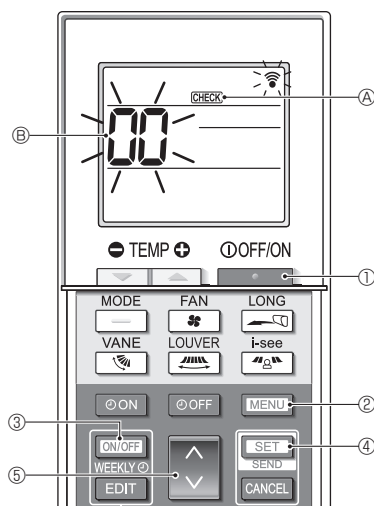

Fig. 7-6
■ Самодиагностика (Fig. 7-6)
- Нажмите кнопку [ON/OFF WEEKLY] ①, чтобы остановить работу кондиционера воздуха.
- Если недельный таймер активирован (есть надпись [WEEKLY]), нажмите кнопку [ON/OFF WEEKLY] ③ для отключения таймера (нет надписи [WEEKLY]).
- Нажмите и удерживайте в течение 5 секунд кнопку [MENU] ②.
- Появляется надпись [CHECK] ④, и блок переходит в режим самодиагностики.
- Нажмите кнопку [MODE] ⑤, чтобы выбрать адрес хладагента (адрес M-NET) ⑥ внутреннего блока, для которого вы хотите выполнить самодиагностику.
- Нажмите кнопку [SET] ④.
- Нажмите кнопку [ON/OFF WEEKLY] ①.
- Надпись [CHECK] ④ и адрес хладагента (адрес M-NET) ⑥ исчезают; самодиагностика завершена.